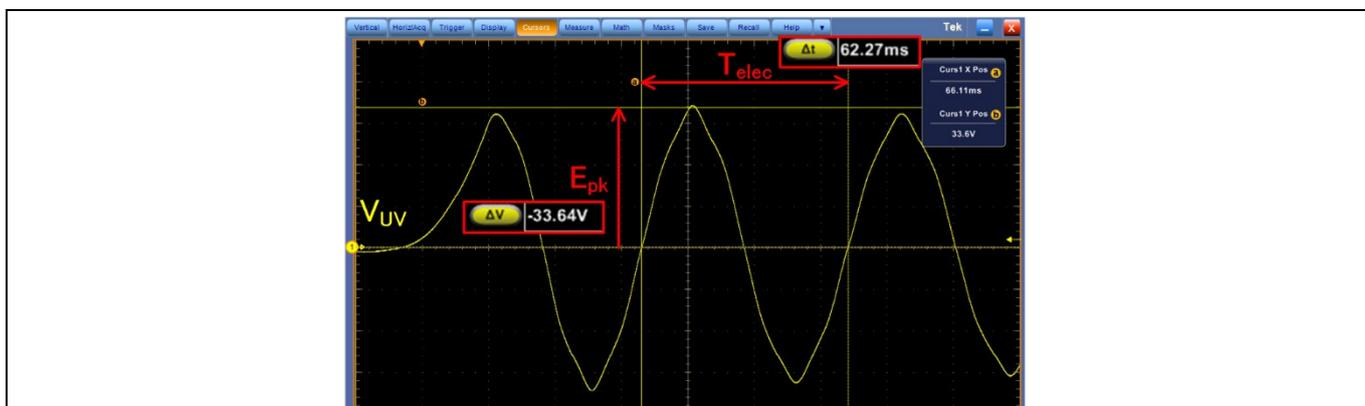

图12. 反 EMF 常数 ( $K_e$ ) 的测量结果
**Error! Reference source not found.**展示了  $K_e$  的实际测量方法，测量结果如图 12 所示。在此例中， $p$  为 8 极， $E_{pk}$  为 33.64 V， $T_{elec}$  为 62.27 ms。将这些参数代入公式 1，得出  $K_e$  为 57.01 Vrpm/kRPM。